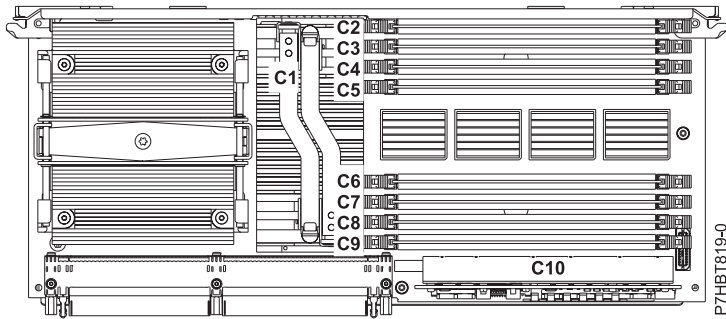

Abbildung 5. Position des Speicherspannungsreglermoduls (C10)
13. Suchen Sie das Speicherspannungsreglermodul, das aus der Systemprozessor-Baugruppe ausgebaut werden soll. In In Abb. 5 auf Seite 8 wird das Speicherspannungsreglermodul (C10) in Relation zu der Position auf der Systemprozessor-Baugruppe angezeigt.